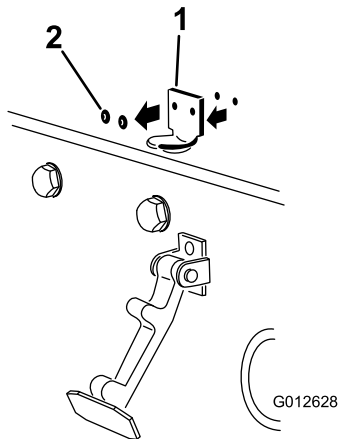

Bild 12
2. Entfernen Sie die zwei Nieten, mit denen die Halterung des Motorhaubenriegels an der Motorhaube befestigt ist (Bild 12), und nehmen Sie die Halterung des Motorhaubenriegels von der Motorhaube ab.